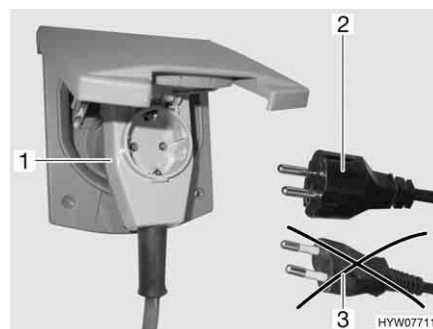

Fig. 63 Collegamento ad un connettore ad angolo provvisto di presa
- Se si impiega un connettore ad angolo CEE 17 provvisto di una presa integrata sulla parte posteriore (Fig. 63,1), utilizzare esclusivamente una spina IP 44 gommata e sigillata con contatto di terra (Fig. 63,2). Non utilizzare spine senza contatto di terra (Fig. 63,3). Pericolo di scarica elettrica!